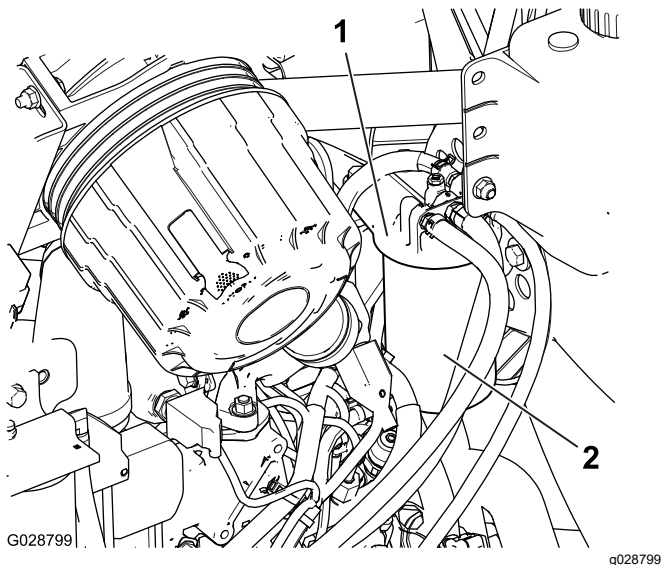

Figure 64
1. Nettoyez la surface autour de la tête du filtre à carburant (Figure 64).
2. Déposez le filtre et nettoyez la surface de montage de la tête du filtre (Figure 64).